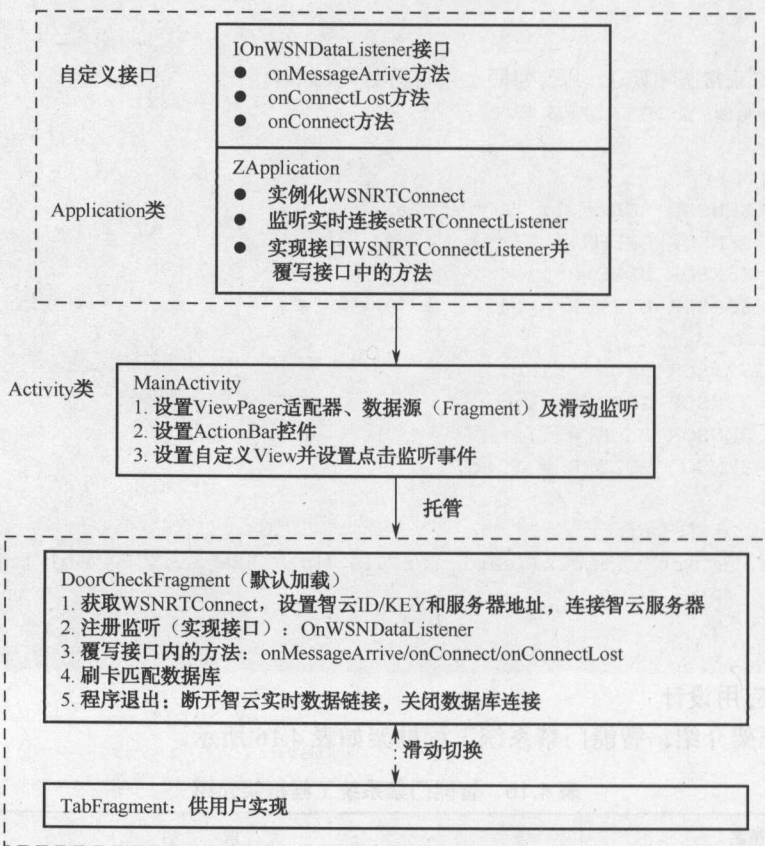

图 4.27 Android 应用程序逻辑
(2) 程序业务流程分析。根据 Android 应用编程接口定义，智能门禁系统的应用设计程序流程如图 4.27 所示。